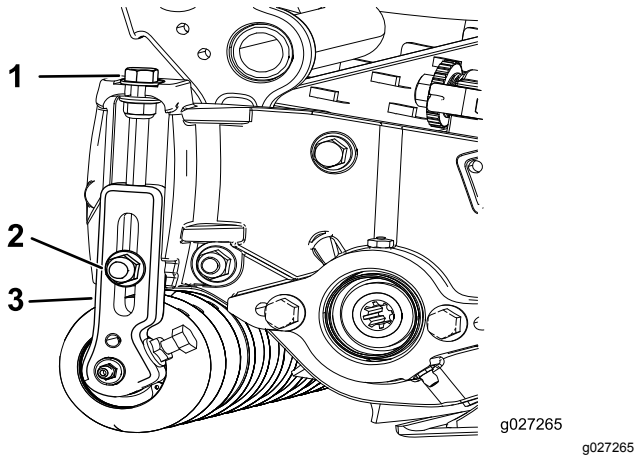

Figura 15
1. Desaperte as porcas de bloqueio que fixam os suportes da altura de corte às placas laterais da unidade de corte (**Figura 15**).